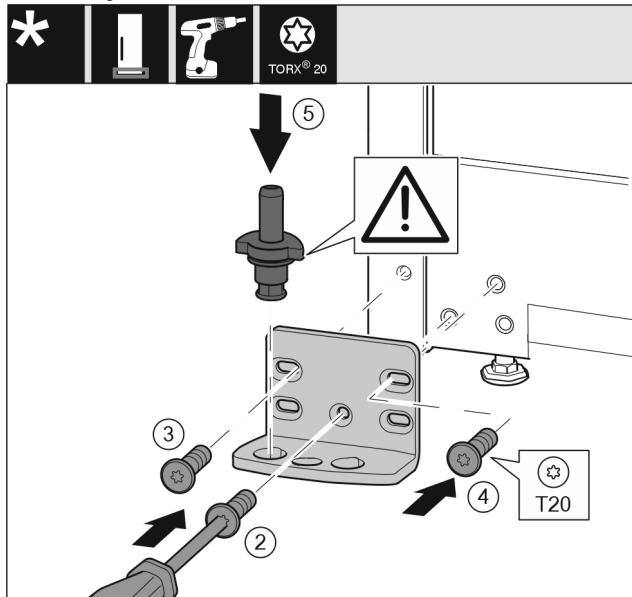

Fig. 18
- Поставете лагерната стойка от другата страна и я завийте с помощта на отвертка T20. Започнете с винт 2 долу в средата. Fig. 18 (2)
- Затегнете винт 3 и 4. Fig. 18 (3,4)
- Вкарайте изцяло лагерния болт. При това обърнете внимание на това, фиксиращата гърбица да сочи назад. Fig. 18 (5)